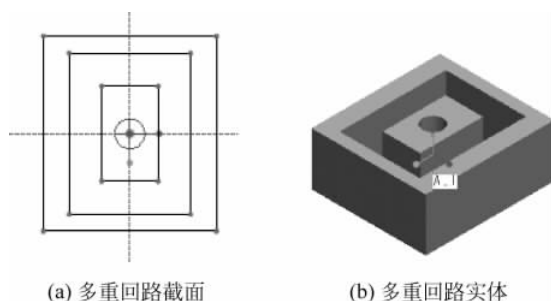

图 3-2 拉伸截面也可为多重回路
- (3) 拉伸截面也可为多重回路,系统会自动判断产生合理的结果,如图 3-2 所示。